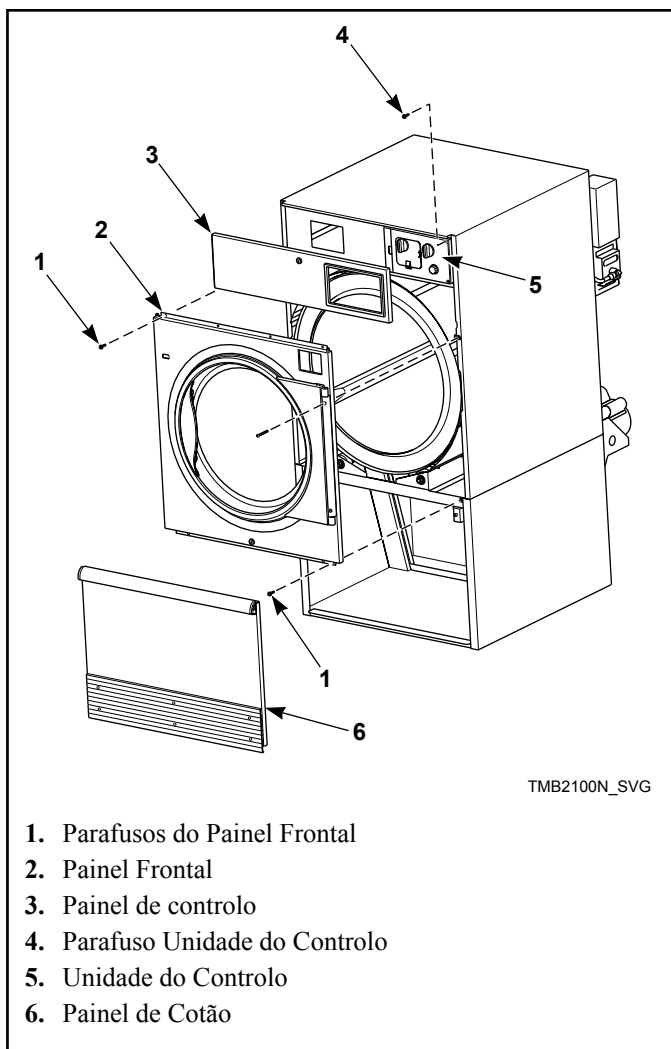

Figura 8
- Desaferralhe e remova o painel de controlo. Remova dois parafusos de montagem do lado direito da unidade do controlo. Abra o controlo para aceder ao conjunto da presilha da guia direita do flange superior. Consulte a *Figura 8*.
- Remova os quatro parafusos do painel frontal. Consulte a *Figura 8*. Mantenha os cames da articulação da porta colocados na presilha da articulação da porta. Puxe a presilha e o conjunto da porta para fora, como se se tratassem de uma peça única. Consulte a *Figura 9*.
- Remova os restantes parafusos do painel frontal. Consulte a *Figura 8*. Desligue os cabos do interruptor da porta do interruptor. Retire o painel frontal. Consulte a *Figura 9*.